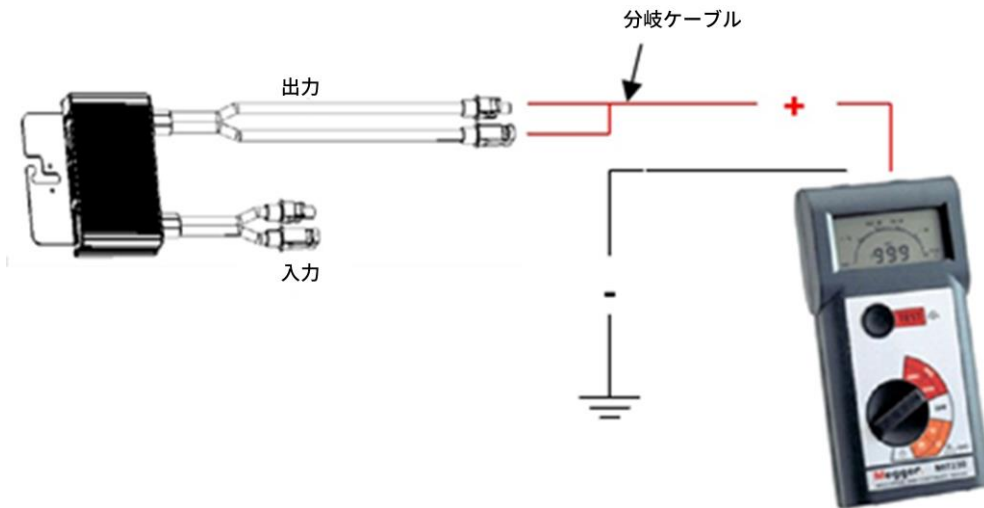

図4：パワーオプティマイザに絶縁抵抗計を接続
- b. パワーオプティマイザのプラスとマイナスの出力コネクタを分岐ケーブルに接続してください(図4)。